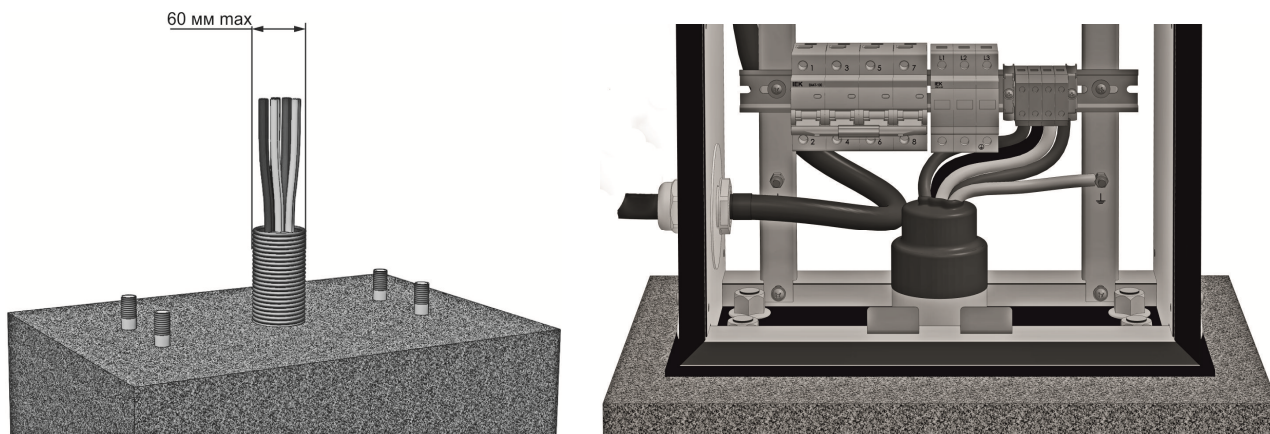

Рисунок 5 – Крепление станции к фундаменту
– наконечник закрепить на резьбовой шпильке М6 (см. рис. 5) с помощью гайки, плоской и гроверной шайб. Гайка и шайбы находятся на шпильке. Усилие затяжки гайки должно быть в пределах от 3 до 4 Нм;